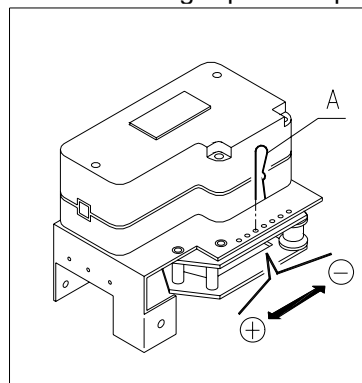

FIG. 15
8.7 REGOLAZIONE TENSIONE DELLA CINGHIA FIG. 15